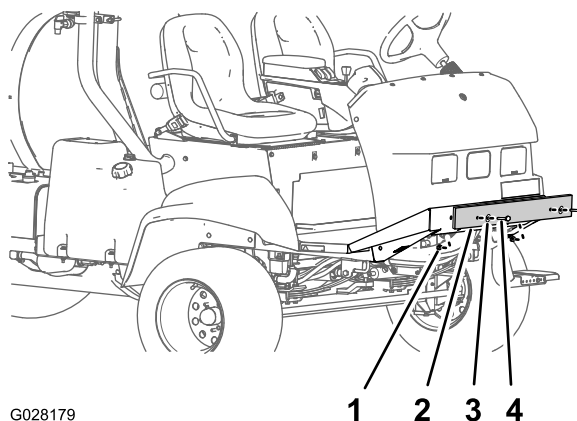

Figura 6
1. Retire los pernos, las arandelas y las tuercas que sujetan el protector de transporte a la placa delantera del chasis (Figura 6).
2. Retire el protector de transporte de la máquina (Figura 6).